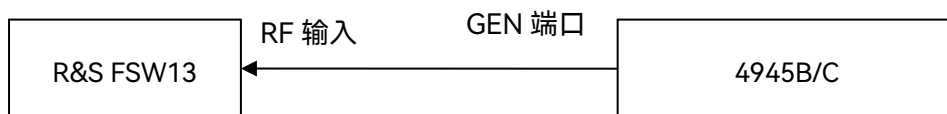

图 7.8 射频信号发生功率特性测试的框图
- (1) 测试 GEN 端口射频信号发生功率，如图 7.8 连接 4945B/C 的 GEN 端口与频谱分析仪 RF 输入端口；
- (2) 设置 4945B/C 为射频发射模式，输出频率 500MHz，功率-110dBm；设置频谱分
- (1) 如图 7.8 连接 4945B/C 的 GEN 端口与频谱分析仪 RF 输入端口; 设置 4945B/C 为射频发射模式, 输出频率 1MHz, 幅度 0dBm; 设置频谱分析仪起始频率 1MHz, 参考电平 10dBm;
- (2) 调节 4945B 的输出信号频率从 1MHz~1.05GHz (4945C 的输出信号频率从 1MHz~3GHz), 同时不断调节频谱分析仪的终止频率为 4945B/C 当前输出频率的 3 倍以上; 观察并找出谐波最大的频点, 记录谐波功率测量值;
- (3) 设置 4945B/C 输出频率 1MHz, 幅度 5dBm; 重复步骤(2), 观察并找出非谐波最大的频点, 记录非谐波功率测量值;
- (4) 计算谐波、非谐波与载波功率相对值, 结果记入表格 A.1 相应空格处, 若在所示范围内, 则谐波、非谐波失真指标合格;
- (5) 设置 4945B/C 的输出频率 1GHz, 幅度 -10dBm; 设置频谱分析仪中心频率 1GHz, 参考电平 0dBm, 扫宽 50kHz;
- (6) 峰值频标, 打开频标差值, 设置 20kHz 频偏, 打开噪声频标功能, 打开视频平均功能, 将此测量值记入表格 A.1 相应空格处;
- (7) 若测试 4945C, 改变输出频率为 3GHz, 幅度 -10dBm; 设置频谱分析仪中心频率为 3GHz, 参考电平 0dBm, 扫宽 50kHz; 重复步骤(6);
- (8) 实测值在表格 A.1 所示范围内, 则相位噪声指标合格。
- (1) 如图 7.8 连接频谱分析仪的 RF 输入和 4945B/C 的 GEN 端口, 设置 4945B/C 为射频发射模式, 输出频率 1.05GHz, 幅度 -10dBm, 调制格式 FM, 调制率 20Hz, 频偏 5kHz;
- (2) 设置频谱分析仪为模拟解调模式, 打开 FM 解调窗口, 设置中心频率为 1.05GHz, 参考电平 0dBm, 解调带宽 800kHz, 将频偏和调制率实测值记入表格 A.1 相应的空格处;
- (3) 改变 4945B/C 的调制率为 20kHz, 频偏 150kHz, 将频偏和调制率实测值记入表格 A.1 相应的空格处;
- (4) 实测值在表格 A.1 所示范围内, 则射频信号发生频率调制最大频偏、准确度与调制率合格。
- (1) 如图 7.8 连接频谱分析仪的 RF 输入和 4945B/C 的 GEN 端口, 设置 4945B/C 为射频信号发射模式, 输出频率 1.05GHz, 幅度-10dBm, 选择调制格式为 AM, 设置调制率 20Hz, 调幅深度 30%;
- (2) 设置频谱分析仪为模拟解调模式, 打开 AM 解调窗口, 设置中心频率为 1.05GHz, 参考电平+10dBm, 解调带宽 100kHz, 将调幅深度和调制率实测值记入表格 A.1 相应的空格处;
- (3) 按表格 A.1 要求设置 4945B/C 幅度调制参数, 将调幅深度和调制率实测值记入表格 A.1 相应的空格处;
- (4) 实测值在表格 A.1 所示范围内, 则射频信号发生幅度调制范围、准确度与调制率合格。
- (1) 如图 7.8 连接频谱分析仪的 RF 输入和 4945B/C 的 GEN 端口, 设置 4945B/C 为射频发射模式, 4945B/C 输出频率 1.05GHz, 幅度-10dBm;
- (2) 设置频谱分析仪中心频率 1.05GHz, 扫宽 2kHz, 参考电平 0dBm; 频谱分析仪峰值频标, 打开频标差值, 设置 4945B/C 调制格式为 USB, 设置调制率 300Hz; 将频标差值记入表格 A.1 相应空格处;
- (3) 设置频谱分析仪扫宽 20kHz; 设置 4945B/C 调制格式为 LSB, 设置调制率 5kHz; 将频标差值记入表格 A.1 相应空格处;
- (4) 实测值在表格 A.1 所示范围内, 则射频信号发生 SSB 调制率合格。